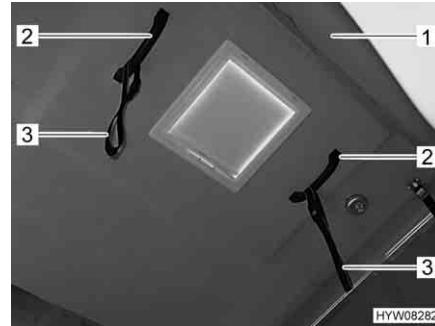
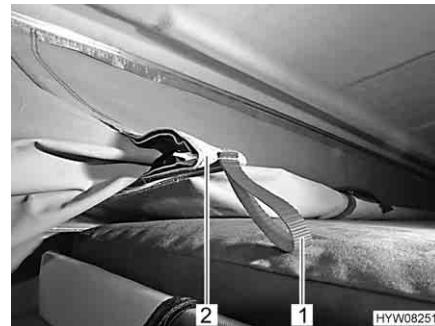

Bild 23 Griffe am Aufstelldach
Bild 25 Einzugsvorrichtung
- Aufstelldach an den Griffen (Bild 23,2) ganz nach oben drücken.
- Aufstelldach (Bild 23,1) an den Griffen (Bild 23,2) oder an den Hilfsgurten (Bild 23,3) langsam nach unten ziehen, bis das Aufstelldach selbstständig in dieser Position stehen bleibt. Dabei darauf achten, dass die seitlichen Einzugsvorrichtungen (Bild 25,2) nach innen knicken.
- Zeltstoff an den roten Laschen (Bild 25,1) der Einzugsvorrichtung (Bild 25,2) nach innen ziehen.